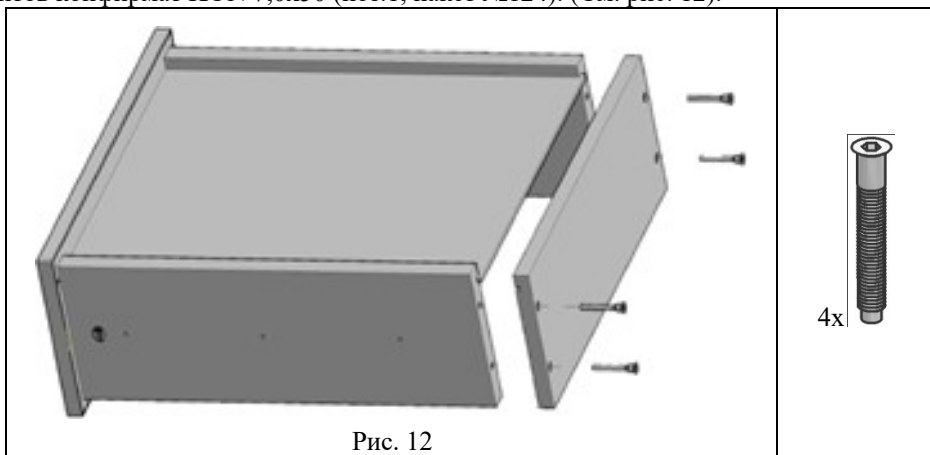

Рис. 12
5.2.4 К сборке по п. 5.2.3 прикрутить стенку заднюю (поз. 8) при помощи винтов конфирмат KON 7,0x50 (поз.1, пакет №124). (См. рис. 12).